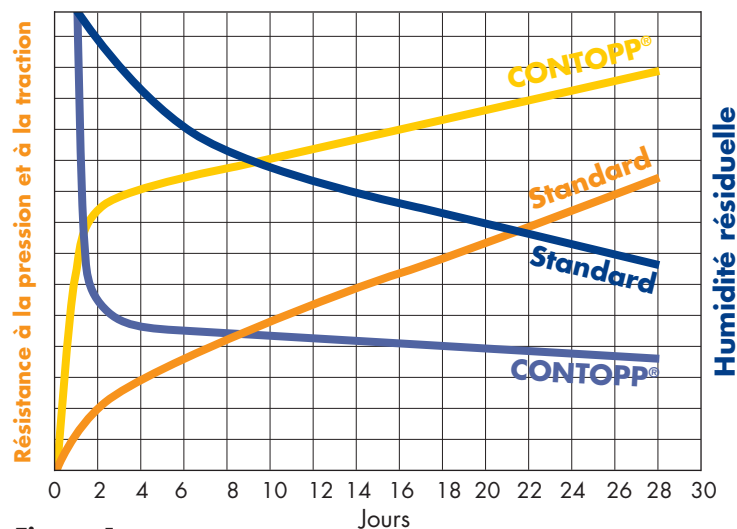

Figure 1
- La combinaison de produits issus de la gamme CONTOPP® permet d'améliorer certaines propriétés telles que processus de séchage, résistance et maniabilité (voir figure 1).